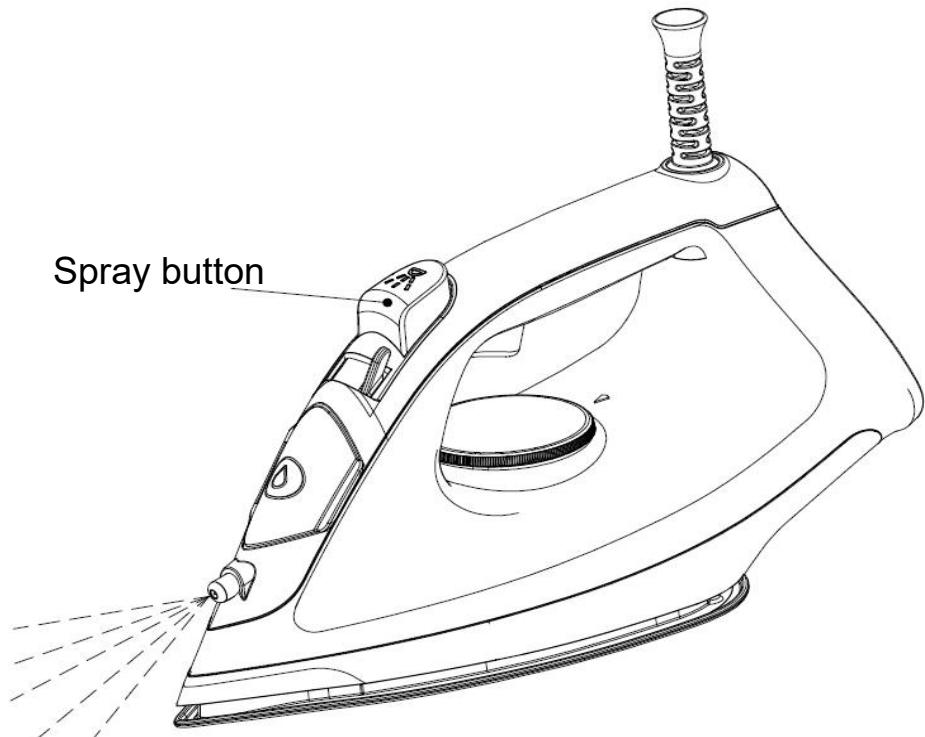

Fig.6
49.Puede rociar niebla presionando el botón Spray una vez (ver Fig.6).